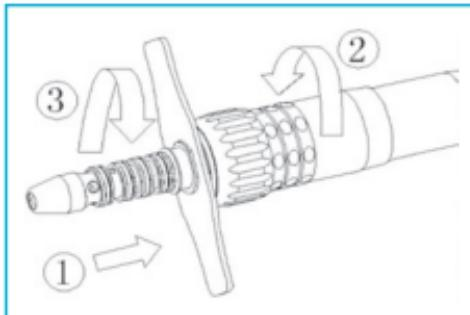

Fig. 6-1
- Avvitare l'accoppiatore LED sul cavo della turbina (Fig. 6-1①).